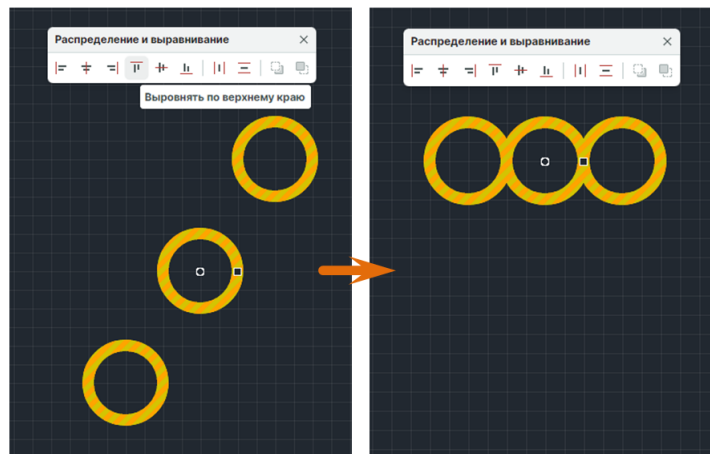

Рис. 373 Выравнивание по верхнему краю
2. На панели «Распределение и выравнивание» выберите инструмент «Выровнять по верхнему краю», который обозначен иконкой , см. Рис. 373.